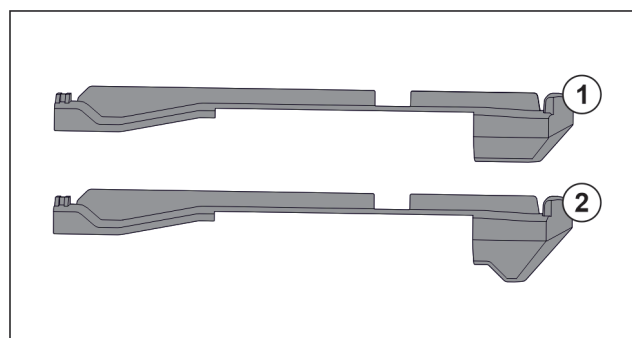

Fig. 220 Vergleich der Aufsteckteile
Im Gerät befinden sich zwei unterschiedliche Aufsteckteile. Das Aufsteckteil über dem untersten Schubfach Fig. 220 (2) hat eine dreieckige Kante. Alle anderen Aufsteckteile Fig. 220 (1) haben eine gerade Kante.
- Aufsteckteil Fig. 220 (2) mit der dreieckigen Kante über dem untersten Schubfach anbringen.
- Aufsteckteil Fig. 220 (1) mit der geraden Kante an allen anderen Stellen anbringen.